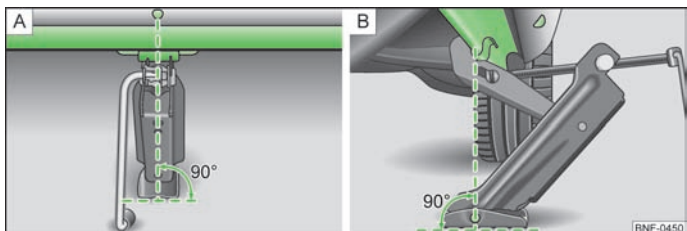

Abb. 111 Wagenheber ansetzen
- › Den Wagenheber so ansetzen, dass die Klaue den Steg » Abb. 111 - B unter der Einprägung in der Seitenfläche des Unterholms umfasst.
- › Sicherstellen, dass die Grundplatte des Wagenhebers mit ihrer gesamten Fläche auf einem geraden Untergrund steht und sich in senkrechter Position » Abb. 111 zur Stelle, an der die Klaue den Steg umfasst, befindet.